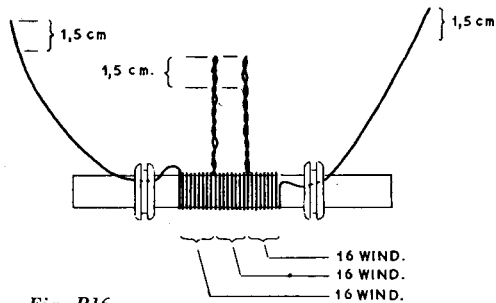

Fig. B16
14. Maak van de uiteinden van alle aansluitdraden ongeveer 1,5 centimeter blank door met een stukje schuurpapier of met een mesje voorzichtig de bruine isolatie weg te halen (figuur B16). Zorg er vooral bij de in elkaar gedraaide aftakkingen voor, dat de draad niet breekt.